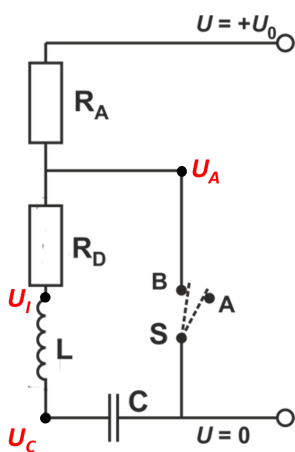

Abbildung 2:
- 1) Berechnen Sie für einen Schwingkreis (Abbildung 2) mit $R_D = R_S + R_I = 50 \Omega$, $L = 10 \text{ mH}$ und $C = 1 \mu\text{F}$ die Schwingungsfrequenz und die Dämpfungskonstante δ_S .
- 3) Die (mit Oszilloskop oder CASSY) direkt messbaren Größen sind die Spannungen $U_C(t)$, $U_I(t)$ und $U_A(t)$ (siehe Abbildung 2). Wie können Sie für die Oszillatorschaltung aus diesen Größen die Schwingkreis-Spannungen $U_C^S(t) - U_T$, $U_R^S(t)$ und $U_L^S(t)$ berechnen?
Der *RLC*-Schwingkreis (siehe Abbildung 2) besteht aus einer Reihenschaltung von ohm'schem Widerstand R , Kapazität C (Kondensator) und Induktivität L . In Schalterstellung **A** wird der Kondensator über den Ladewiderstand $R_A + R_D$ aufgeladen. Wird der Schalter geschlossen (Schalterstellung **B**), beginnt der Schwingungsvorgang über den Dämpfungswiderstand R_D . Voraussetzung für das Auftreten einer Schwingung ist, dass die sich aus R_D ergebende Dämpfungskonstante (siehe unten) $\delta_S < 1$ ist, anderenfalls entlädt der Kondensator exponentiell. Im experimentellen Aufbau setzt sich R_D aus zwei Beiträgen zusammen, einem variablen Vorwiderstand R_S und dem unvermeidbaren ohm'schen Widerstand R_I der Transformatorspule. Aus den Beziehungen $Q = CU_C$, $I = \dot{Q}$, $U_L = L\dot{I}$ und dem Ohm'schen Gesetz $U_R = RI$ lässt sich eine Differentialgleichung 2. Ordnung für den *RLC*-Kreis herleiten. Mit der dimensionslosen Zeitvariablen $\tau = t/\sqrt{LC}$ und den ebenfalls dimensionslosen Lade- (δ_L) bzw. Dämpfungskonstanten (δ_S) erhält man
In einem RLC -Schwingkreis nimmt die Amplitude der elektrischen Schwingung aufgrund der unvermeidbaren Dämpfung (ohm'scher Widerstand) exponentiell ab. Will man ein schwingfähiges System mit konstanter Amplitude konstruieren, muss diesem System periodisch Energie zugeführt werden. Dies wird durch die hier aufzubauende Oszillatorschaltung realisiert. Hierfür wird der Schalter im RLC -Kreis (Abbildung 2) durch ein elektronisches Bauelement ersetzt, das selbstständig periodisch den Schaltzustand wechseln kann. Ein Bauelement, das diese Eigenschaft liefert, ist der Thyristor.